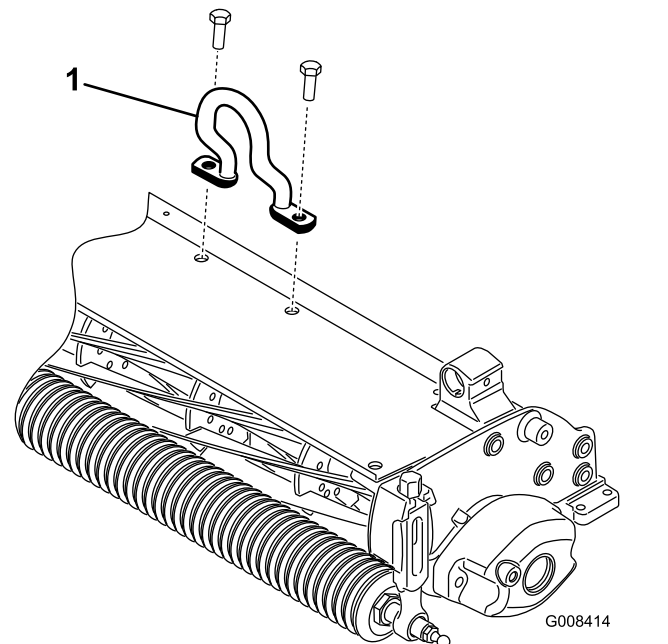

Bild 6
- Befestigen Sie den Versatzlenker (Bild 6) mit zwei Kopfschrauben oben am Vertikutierer.